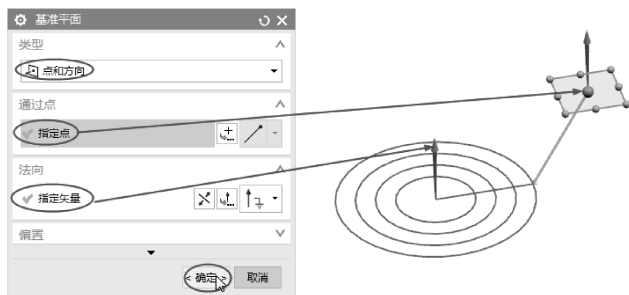

图 5-104 新建基准平面
- 04 利用【基准平面】工具，在草图曲线的顶点位置新建基准平面，如图 5-104 所示。